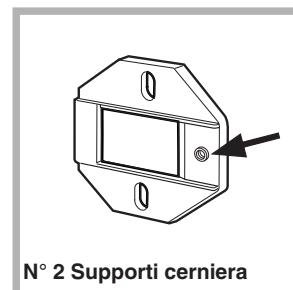

Fig. 1
- Montare i supporti cerniera alla facciata posizionando il foro indicato da una freccia nella fig. 1 verso l'interno della facciata interponendo un distanziatore (fig. 4/B), utilizzando le viti tipo **C**.